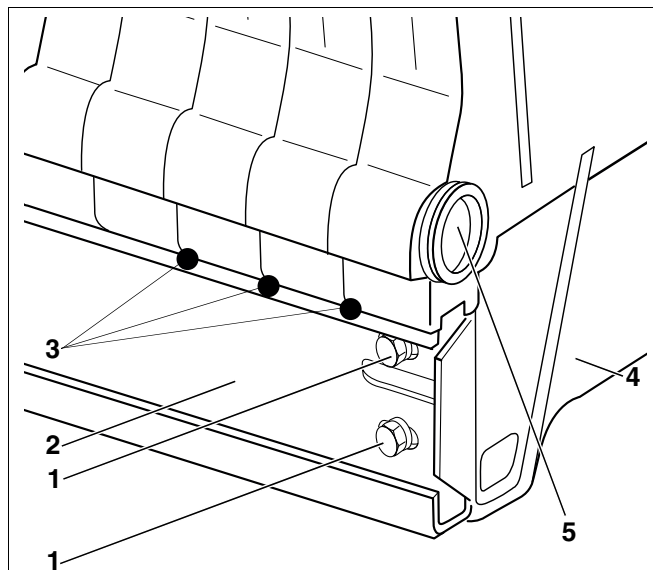

Рис. 20 Уплотнение котлового блока
- В соответствии с рис. 13, стр. 17 установить вкладыши на конечной секции (рис. 20, **поз. 4**).
- Закрепить двумя болтами М8 х 30 (рис. 20, **поз. 1**) и гайками напольную планку (рис. 20, **поз. 2**) на конечной секции (рис. 20, **поз. 4**).
- После крепления напольной планки на конечной секции (рис. 20, **поз. 4**) ослабить и снять стяжной инструмент.
- Нанести герметик в точках, как показано на рис. 20, **поз. 3**.
- Установить пробку со сливным отверстием (заглушка $1\frac{3}{4}$ " x $\frac{3}{4}$ "") с уплотнением на переднюю нижнюю ступицу котла (рис. 20, поз. 5, стр. 22). Заказчик может установить здесь сливной кран.